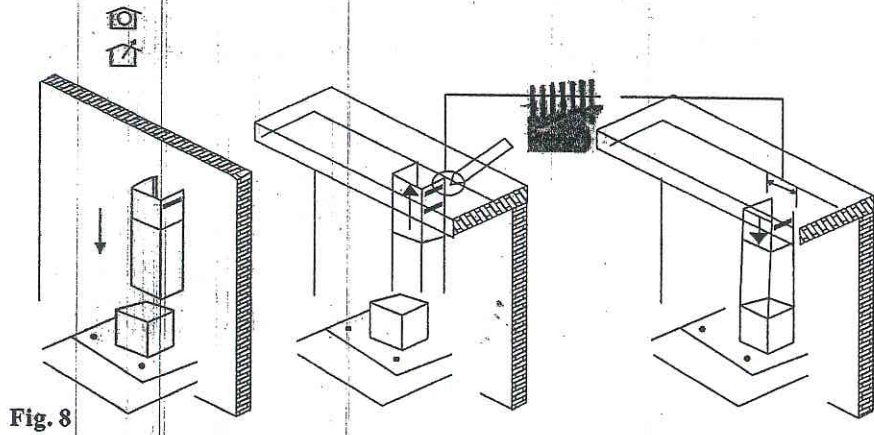

Fig. 8
5. Marquez la position latérale de la part mobile „B“ et redescendez-la (voir Fig. 8).